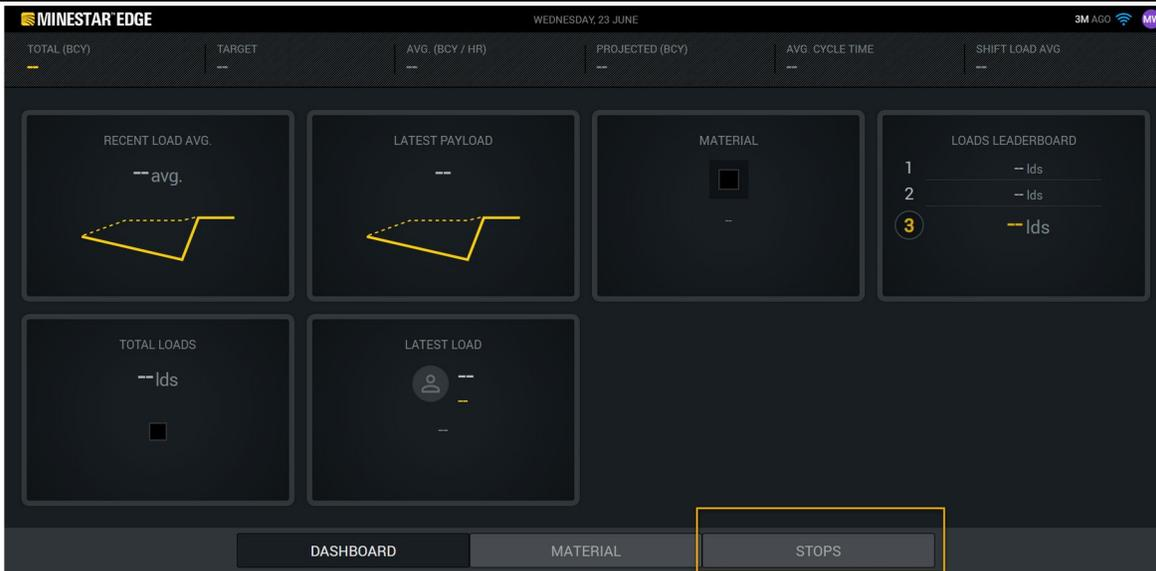

Ilustración 19
- Los operadores pueden asignar las razones de parada por medio de la pantalla del operador. Después del inicio de sesión exitoso, oprima el botón STOPS (PARADAS) en la parte inferior de la pantalla, como se muestra en la ilustración 19 .